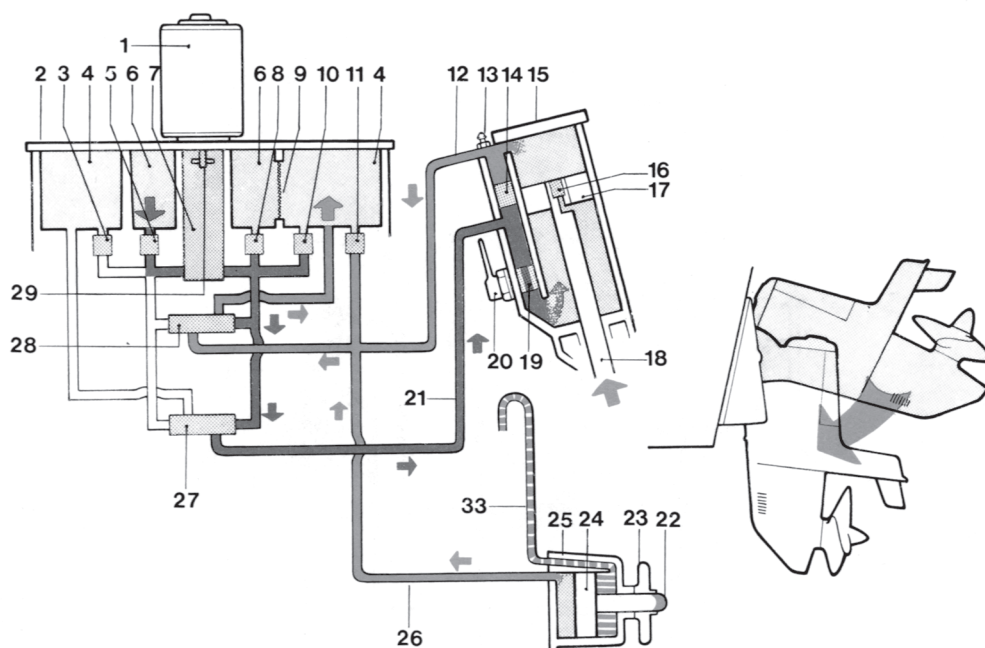

Fig. 12. Hydraulschema vid sänkmanöver
2. Olja sugas från tanken (6) genom backventilen (5) fig. 12 och 13.